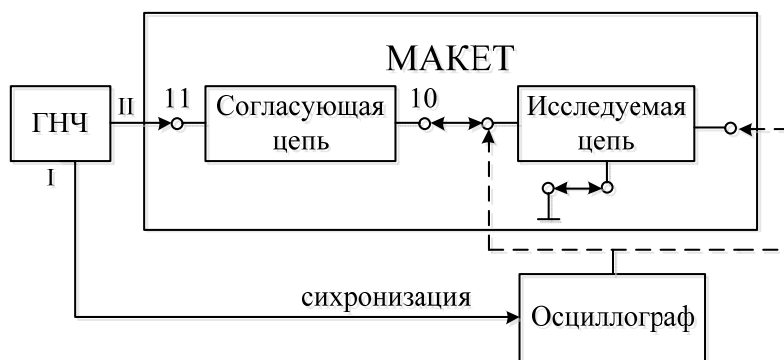

Рис. 3. Схема подключения измерительных приборов и стенда.
2.1. Соберите схему подключения измерительных приборов и стенда для измерения ФЧХ линейной цепи, показанную на рис. 3.